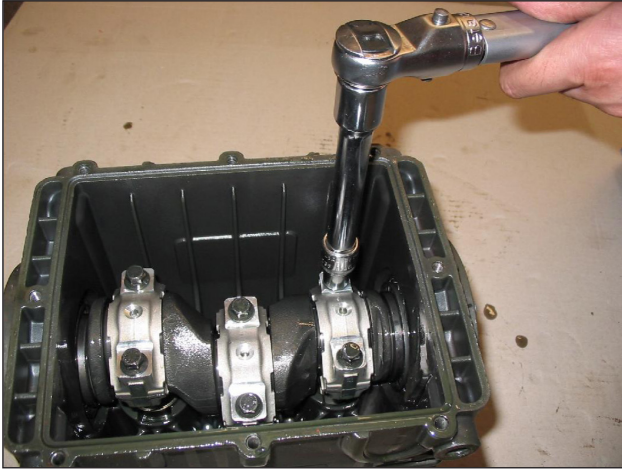

Fig. 10
- Fixer les chapeaux sur les corps respectifs de la bielle au moyen des vis M8x1x48 (Fig. 10) en lubrifiant aussi bien le collet que la tige filetée, et en procédant en deux phases différentes :